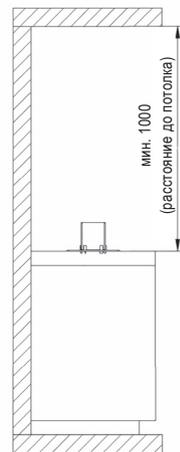
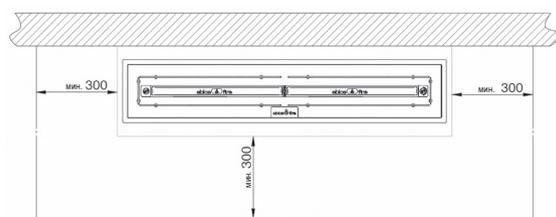

Рис. 19 Минимальное расстояние до крышки
Рис. 20. Минимальные расстояния до горючих элементов конструкции
- До расположенных по бокам горючих элементов конструкции, мебели, декораций или штор необходимо соблюдать минимальное расстояние в 1000 мм (см. рис. 20), чтобы обеспечить достаточную защиту от тепла! Запрещено располагать предметы поверх мебели ebios-fire до самого потолка помещения (расстояние до потолка > 1000 мм) (см. рис. 19)!